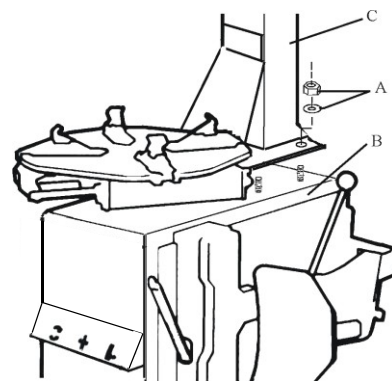

Fig 3
2. Skruva loss muttern A på skåpets kropp B enligt fig. 3. Lyft kolonnen C och montera den på maskinhuset B med hjälp av muttern A genom bulten på maskinhuset B. Om kolonnen lossnar efter en tids användning, dra åt den omedelbart. Annars kan det uppstå skador på däck.